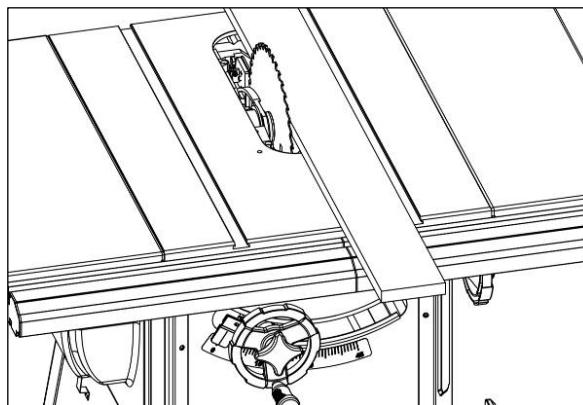

Рисунок 18.
- Расположите направляющие встык и соединение между ними выровняйте по правой стороне пильного диска. Возможно, вам потребуется деревянный молоток, чтобы слегка прижать направляющие друг к другу. Убедитесь, что направляющие установлены точно встык (рис. 18).